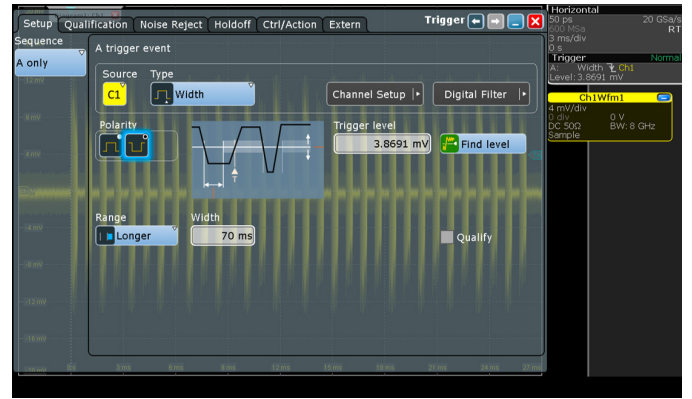

图 5：设置宽度触发以触发线性调频序列中首个线性调频信号的起始部分。
- ▶ 按下示波器屏幕上的 Local 按钮以控制仪器，然后打开触发设置并按图 5 所示配置触发